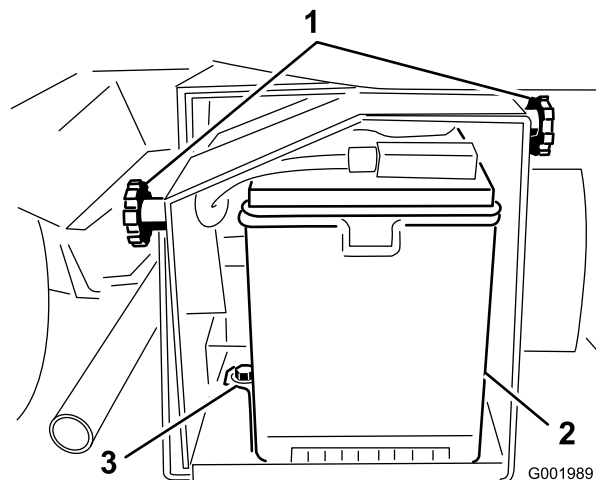

Figura 56
2. Desaperte os manípulos na parte lateral da caixa da bateria e retire a cobertura da bateria (Figura 56).
5. Retire as fixações e os fechos da bateria (Figura 56).
2. Coloque a fixação da bateria, assim como os fechos que retirou anteriormente (Figura 56).
4. Coloque a cobertura da bateria e aperte-a com os 2 manípulos (Figura 56).
1. Desaperte os manípulos na parte lateral da caixa da bateria e retire a cobertura da bateria (Figura 56).